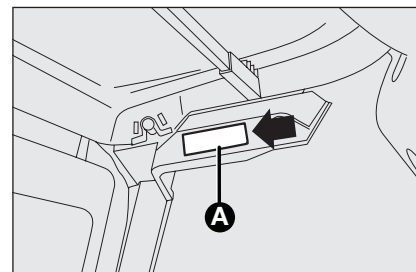

fig. 28
- com auxílio de uma chave de fendas, retire a lente da luz do tecto **A**-fig. 28 actuando sobre os pontos indicados pelas setas;